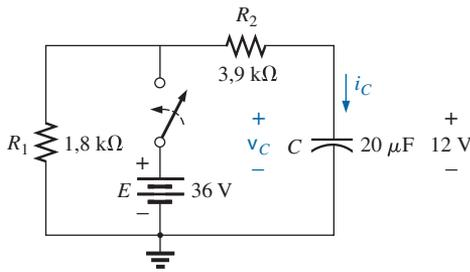

Figura 10.111 Problema 40.
40. O capacitor na Figura 10.111 está inicialmente carregado com 12 V, com a polaridade mostrada.